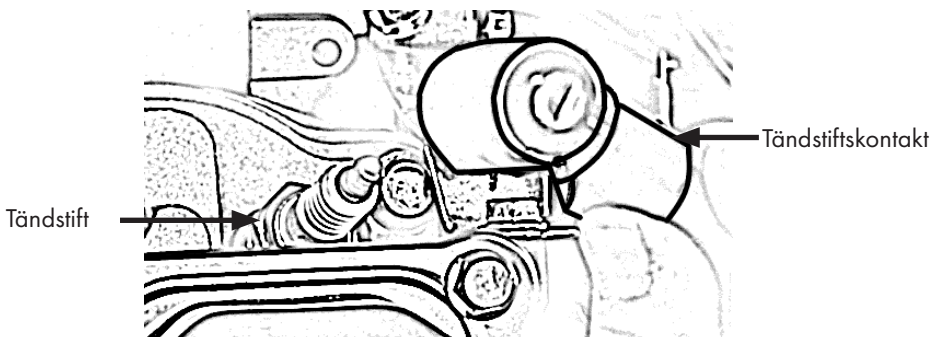

Bild 25
- Ta bort tändstiftshatten, bild 25.